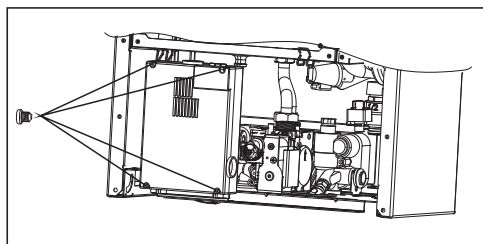

Рис. 5
- Снимите переднюю крышку блока управления (рис. 5)